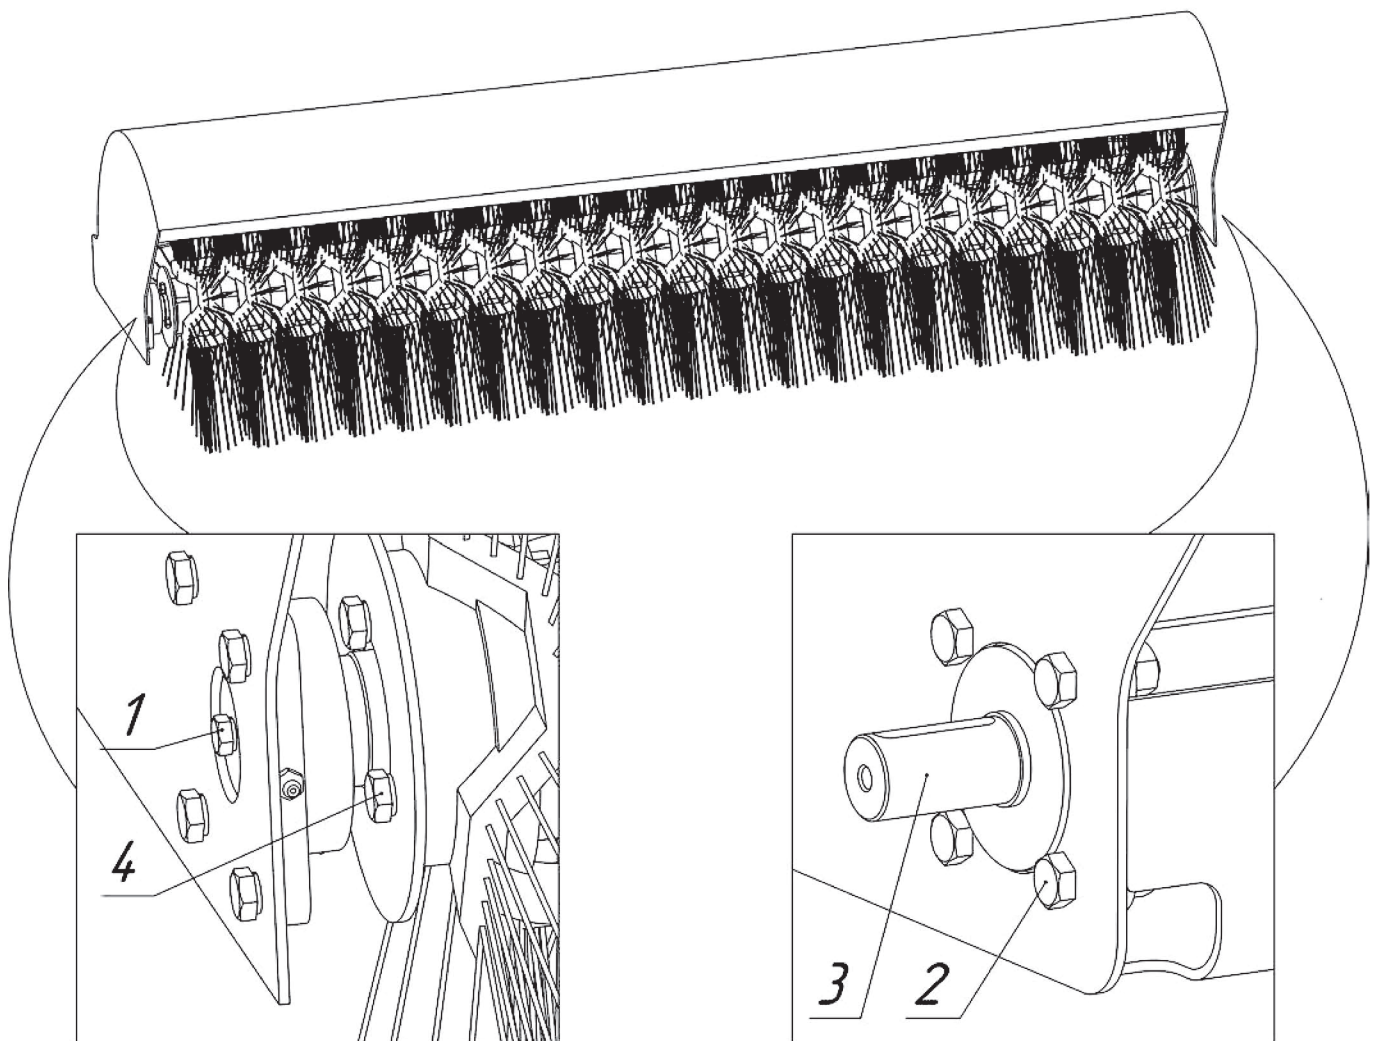

Рисунок 13 – Замена щеточных дисков
- Отверните и извлеките болт поз. 1 (Рис. 13) и шайбу крепления подметающего катка к корпусу подшипника.